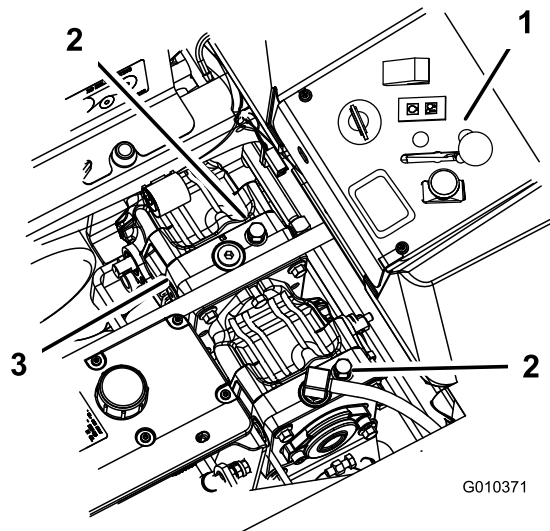

Bild 31
2. Drehen Sie die Sicherheitsventile um eine Umdrehung nach links, um die Maschine zu schieben. So kann Hydrauliköl an der Pumpe vorbei direkt zu den Rädern fließen, die sich daraufhin drehen können (Bild 31).
Drehen Sie zum Einsatz der Maschine die Sicherheitsventile eine ganze Umdrehung nach rechts (Bild 31).